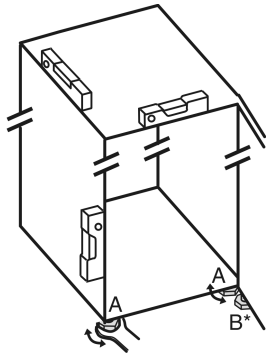

Fig. 6
▶ 用随附的开口扳手将垫脚 Fig. 6 (A)借助水平仪旋出，直至稳固、平坦对齐冰箱。
- ▶ 使用随附的开口扳手旋出托架上的垫脚 Fig. 6 (B)，直至垫脚平置于地板。
- ▶ 将垫脚 Fig. 6 (B)继续旋转 90°。